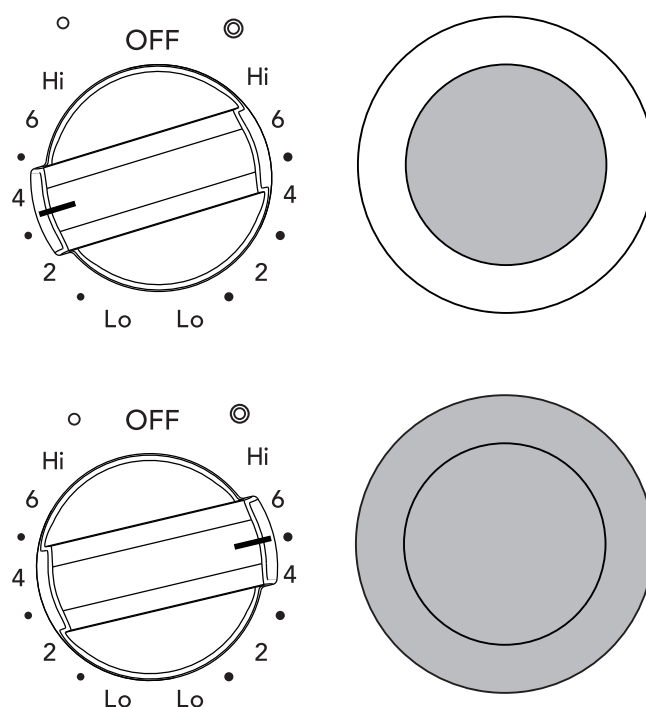

Figure 7 : Réglage des boutons de commande pour élément double
2. Pousser et tourner le bouton de commande dans le sens horaire pour démarrer la cuisson avec les deux éléments (intérieur et extérieur). Pousser et tourner le bouton dans le sens antihoraire pour les ustensiles de cuisine plus petits (voir Figure 7).